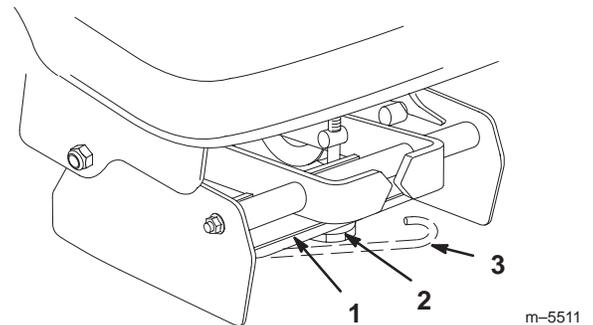

Bild 20
6. Lösen Sie den Arm zum Lösen der Riemen- spannung am Riemen-Umlenkbock, um die Spannung des Treibriemens zu verringern (Bild 20).